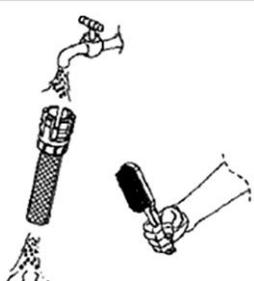

Figura 14
3. Revise si tiene las anormalidades como impureza en el interior, rotura y/u otras; definir la limpieza o el reemplazo de lo mismo según el caso; realice la limpieza en donde hay agua y con cepillo plástico como la Figura 14.